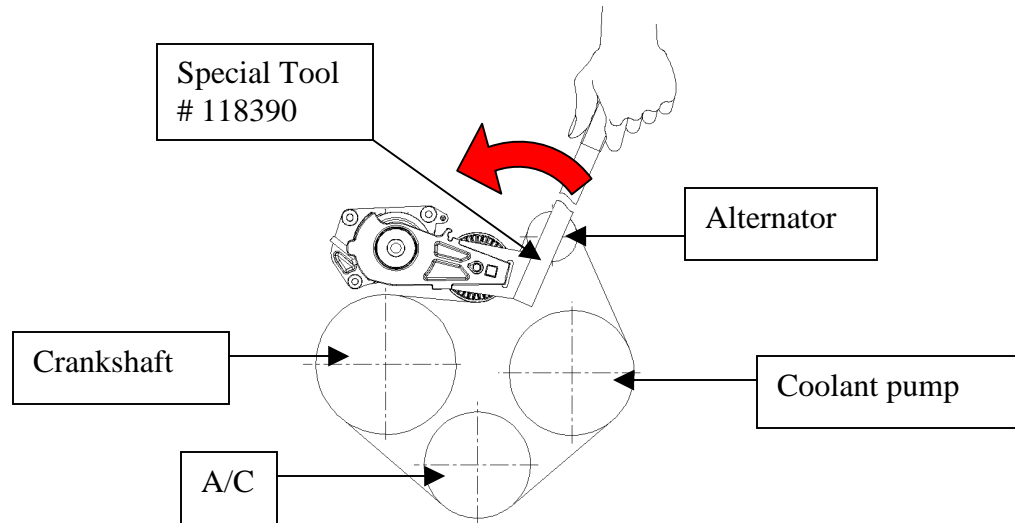

Figure 1
3. Take note of the under hood belt routing diagram. If missing, refer to figure 1 or draw a simple sketch.
8. Install serpentine belt by rotating the tensioner counter clockwise (up) direction and then slipping the belt around each pulley, as shown in the under hood belt routing diagram or figure 1. Slowly allow tensioner to move in the clockwise (down) direction until the belt is tensioned.
3. Prenez note du diagramme de cheminement de la courroie sous le capot. S'il est absent, consultez la figure 1 ou dessinez un simple schéma sur un morceau de papier.
8. Installez la courroie multifonction en tournant le tendeur dans le sens antihoraire (vers le haut), puis en glissant la courroie autour de chaque poulie, tel qu'indiqué dans le diagramme d'acheminement de la courroie sous le capot ou dans la figure 1. Laissez le tendeur bouger lentement dans le sens horaire (vers le bas) jusqu'à ce que la courroie soit tendue.